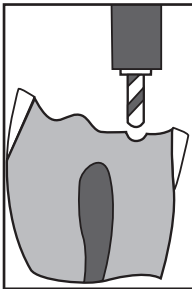
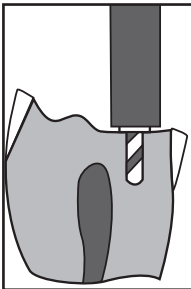

Figure 2
Figure 3
- Con una Fresa Limitadora de la Profundidad insertada en un contra 3ngulo manual de bajas revoluciones (**Fig. 2**), prepare el canal a la profundidad justa del agujero taladrado (**Fig. 3**).
- Con fresa limitatrate MAX nella presa di sostegno in contro angolo a bassa velocit3 (**Fig. 2**), preparare canale raggiungendo una profondit3 appena inferiore rispetto all'accecatoio (**Fig. 3**).